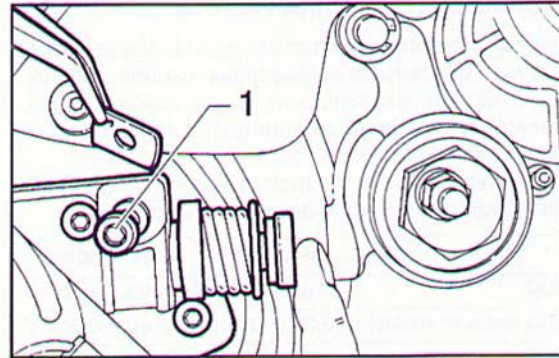

Fig. 294 ▲
- montare il tendicinghia meccanico inserendo la molla e il puntale, comprimere completamente la molla del tendicinghia, quindi chiudere la vite a brugola di fissaggio (1) dopo aver interposto lo spessore da 1,8 mm per evitare la formazione di crepe (Fig. 294);
- mount the mechanical belt tightener inserting the spring and rod, completely compress the belt tightener spring, lock the Allen screw (1) after inserting a shim of 1.8 mm to prevent cracks forming (Fig. 294);